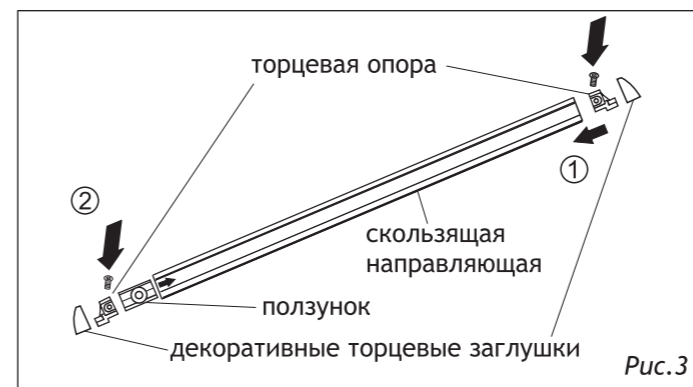
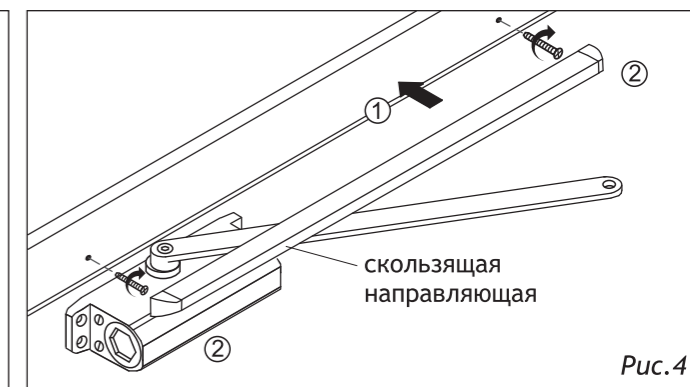

Рис.3
Рис.4
4. Вставьте ползунки в скользящую направляющую. Винтами закрепите торцевые опоры на скользящей направляющей. Установите скользящую направляющую и закрепите на ней декоративные торцевые заглушки (рис. 3) и (рис. 4);